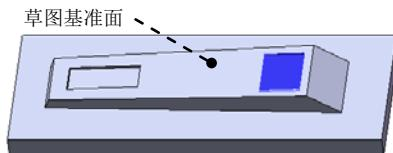

图 12.2.12 切除一拉伸 2
(4) 定义拔模参数。
① 定义拔模类型。在 **拔模类型(T)** 中选取 **中性面(E)** 单选项。
② 定义拔模角度。在“拔模”对话框中 **拔模角度(G)** 区域的 **文本框** 后输入 10.0。
③ 定义拔模沿面延伸。在 **拔模面(F)** 区域的 **拔模沿面延伸(A):** 中选取 **无** 选项。
(5) 单击 **√** 按钮，完成拔模 2 的创建。
Step7. 创建图 12.2.12 所示的切除—拉伸 2。
(1) 选择命令。选择下拉菜单 **插入(I)** → **切除(C)** → **拉伸(E)...** 命令。
(2) 定义特征的横断面草图。
- ① 定义草图基准面。选取图 12.2.12 所示表面作为草图基准面。